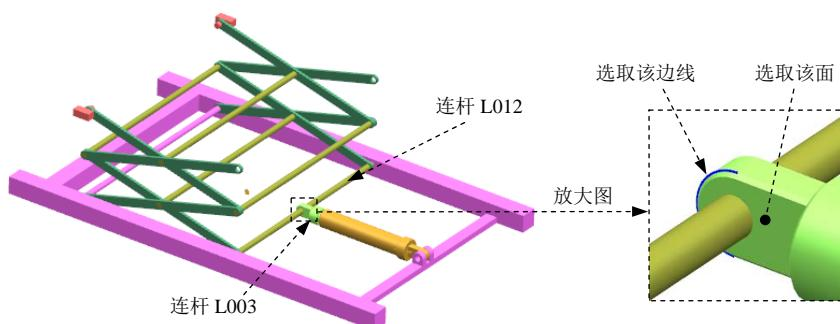

图 10.5.10 定义旋转副（一）
(1) 选择下拉菜单 $\text{插入}(\text{S}) \rightarrow \text{运动副}(\text{O})\dots$ 命令，系统弹出“运动副”对话框。
(2) 定义运动副类型。在“运动副”对话框“**定义**”选项卡的“**类型**”下拉列表中选择 $\text{旋转副}$ 选项。
(3) 选择连杆。选取图 10.5.10 所示的连杆 L003。
(4) 定义原点及矢量。在“运动副”对话框的“**指定原点**”下拉列表中选取“圆弧中心” $\odot$ 选项，在模型中选取图 10.5.10 所示的圆弧为定位原点参照；选取图 10.5.10 所示的面作为矢量参考面。
(5) 添加啮合连杆。在“运动副”对话框的“**基本**”区域中选中 $\checkmark$ “**啮合连杆**”复选框，单击“**选择连杆(O)**”，选取图 10.5.10 所示的连杆 L012。
取“圆弧中心”选项，在模型中选取图 10.5.10 所示的圆弧为定位原点参照；选取图 10.5.10 所示的面作为矢量参考面。